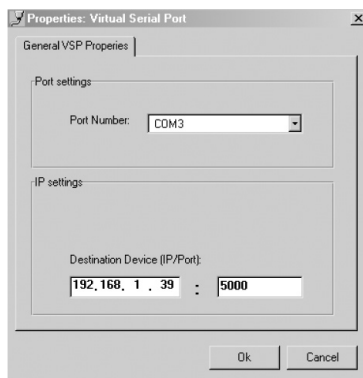

Рис. 9. Окно свойств виртуального последовательного порта
3. Для добавления виртуального последовательного порта нажмите кнопку *Add VSP* и введите IP-адрес и номер порта **VS-161H** (рис. 9).